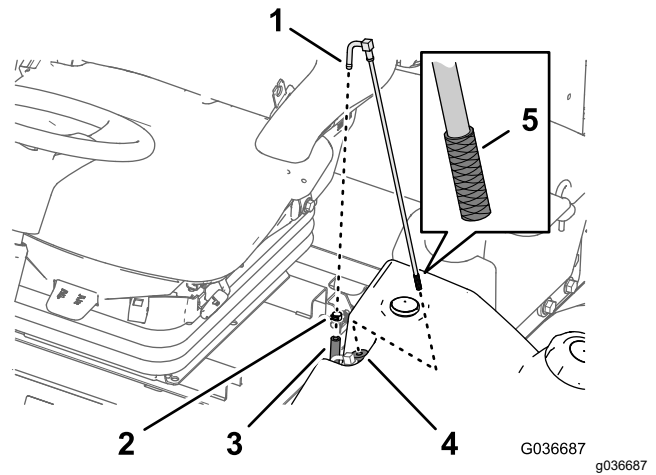

Bild 65
2. Schließen Sie den Schlauch vom Anschlusstück ab (**Bild 65**).
3. Nehmen Sie den Kraftstoffansaugschlauch vom Kraftstofftank ab (**Bild 65**).
4. Reinigen Sie das Sieb am Ende des Kraftstoffansaugschlauchs (**Bild 65**).
5. Stecken Sie den Kraftstoffansaugschlauch durch die Gummibüchse in den Kraftstofftank (**Bild 65**).
1. Entfernen Sie die Schlauchklemme, mit der der Kraftstoffzulaufschlauch am Anschlusstück des Kraftstoffansaugschlauchs befestigt ist (**Bild 65**).